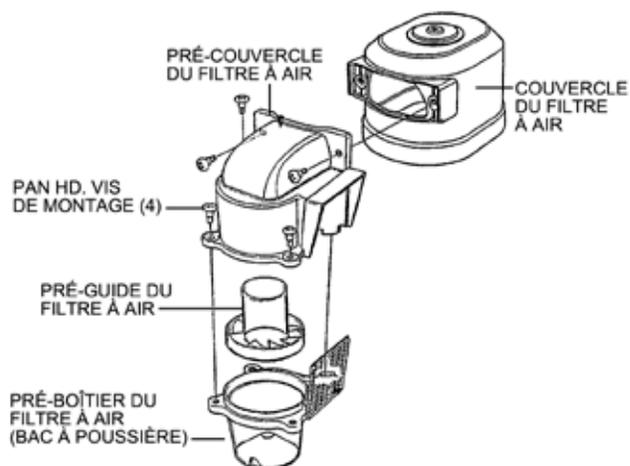

Figure 26. Déverrouillage du bac à poussière
1. Retirez les quatre vis à tête cylindrique qui fixent le bac à poussière au couvercle du boîtier du pré-filtre à air. (Figure 26).